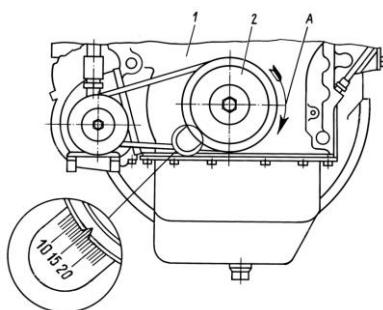
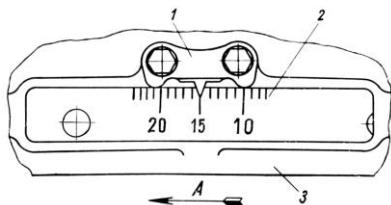
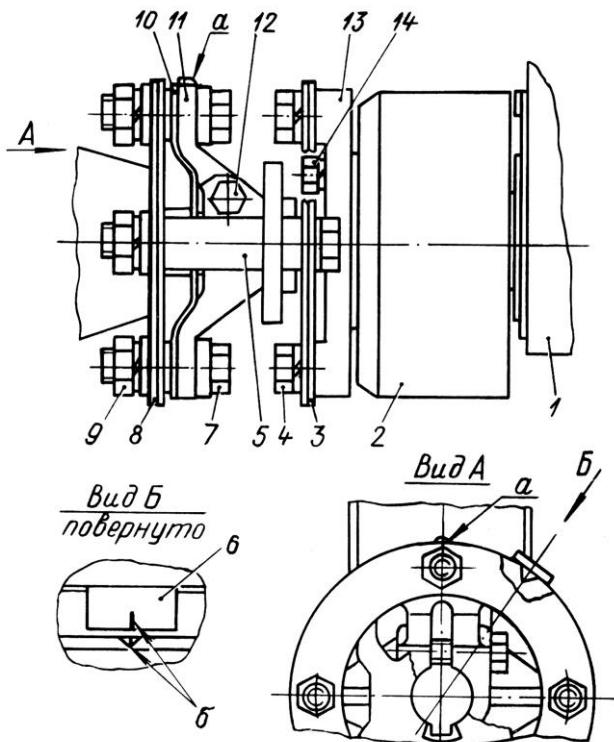

Рис. 13. Совмещение рисок:
Рис. 14. Совмещение рисок:
Рис. 15. Привод топливного насоса высокого давления:
Вращать коленчатый вал двигателя по часовой стрелке (если смотреть со стороны вентилятора) до совмещения меток на шкиве коленчатого вала и крышке шестерен распределения или на маховике с указателем, соответствующих установочному углу опережения впрыска топлива: риска на шкиве коленчатого вала должна находиться против риски, соответствующей установочному углу 15° , на крышке шестерен распределения (рис. 13) или риска «15» на маховике должна совпадать с указателем картера маховика (рис. 14). Для бокового указателя (лючок находится с левой стороны двигателя на картере маховика) значение углов выполнены на маховике в буквенно-цифровом выражении. Для бокового указателя значение углов выполнены на маховике в буквенно-цифровом выражении. При этом букве «А» соответствует значение в цифровом выражении 20° , букве «Б» - 15° , букве «В» - 10° и букве «Г» - 5° .
В момент совмещения меток, показанных на рис. 13 и 14, должны совместиться метка на торце муфты 2 (рис. 15) опережения впрыскивания с риской на указателе 6. Если метки не совместились, отвернуть две гайки 9 и поворотом муфты опережения впрыскивания за счет овальных отверстий на приводе совместить указанные на рис. 15 метки.
1. Установить ведомую полумуфту 13 на муфту 2 (рис. 15) опережения впрыскивания и закрепить ее четырьмя болтами.